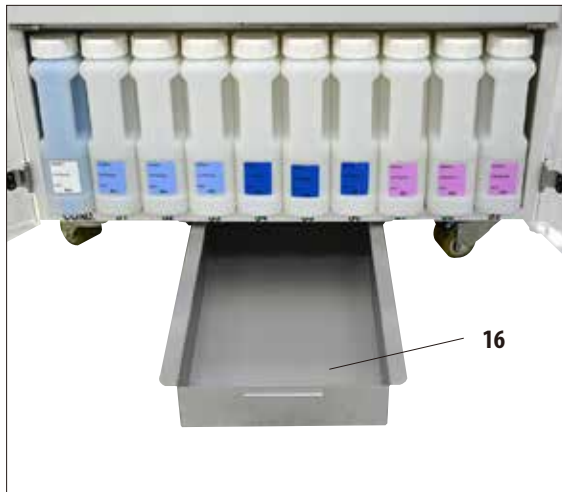

図 53
- 試薬が漏れていないか確認するために、ドリフトレー（16）は定期的にチェックしてください。ハンドル（図 53）でトレーを引き出し、点検後、必要に応じて空にします。